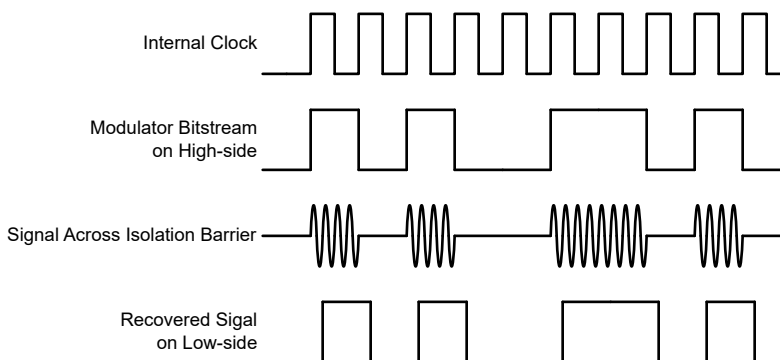

图 7-3. 基于 OOK 的调制方案
如图 7-3 中所示，AMC0386 使用按键控 (OOK) 调制方案跨过基于 SiO_2 的隔离栅传输调制器输出位流。发送驱动器 (TX) 如 功能方框图 中所示。TX 跨过隔离栅发送一个内部生成的高频载波来表示数字一。而 TX 不发送信号则表示数字零。AMC0386 内使用的载波标称频率为 480MHz。